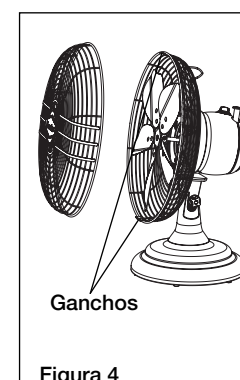

Figura 4
3. Desconecte la rejilla delantera y trasera al desengancharlas. Los ganchos de la rejilla trasera se soltarán de la rejilla delantera. (Figura 4)